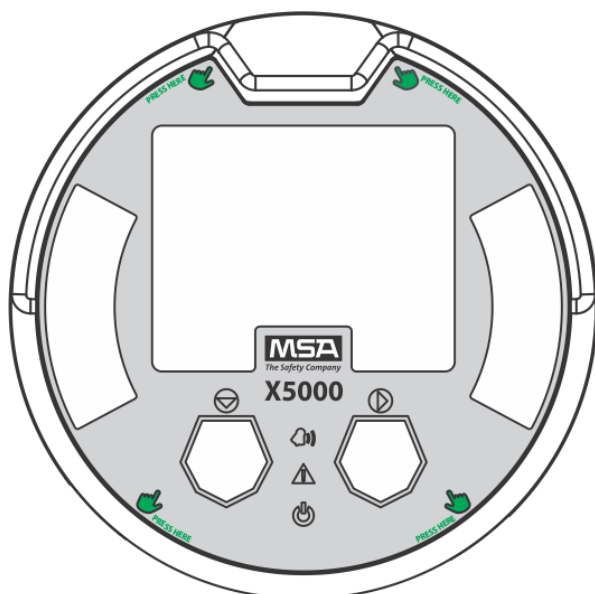

Рис. 14 Выделенные участки указывают на места, на которые необходимо надавить при установке блока плат на место
- (5) Убедитесь, что соединительный элемент датчика прочно закреплен в клеммном щитке.
- (6) Присоедините заземление датчика к любому из заземляющих винтов внутри корпуса ULTIMA X5000.
- (7) Установите ножки блока плат в четыре углубления в корпусе. Надавите на блок плат в указанных местах (см. Рис. 14).